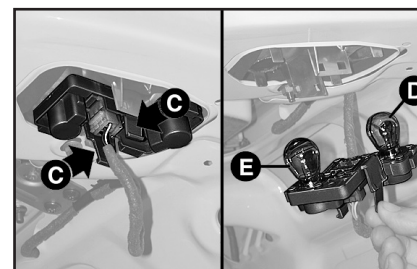

рис. 22
3) Нажав на выступы-фиксаторы **С** (рис. 22), извлеките плату с патронами.
4) Чтобы извлечь лампу, слегка надавите на нее и поверните против часовой стрелки (рис. 22).
В этом фонаре имеются лампы следующих типов (рис. 22):